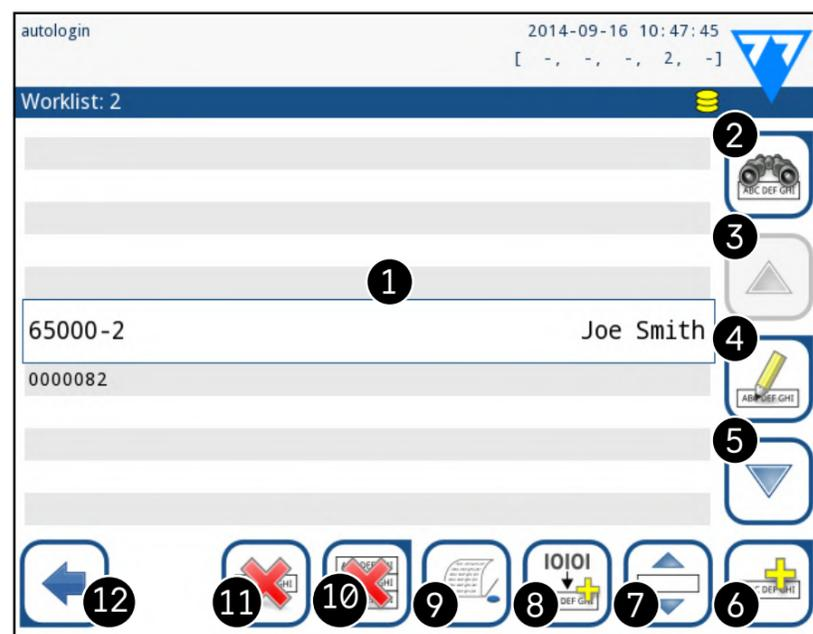

Figura 22: **Il menu Elenco lavori (Worklist)**
**2** Accedere al menu "Elenco lavori" (Worklist - Figura 22) tramite il menu "Misurazione » Menu principale" (**Measurement»Main menu**) e toccare il pulsante "Scarica elenco lavori da LIS" (**Download worklist from LIS**).
### Legenda della Figura 22: